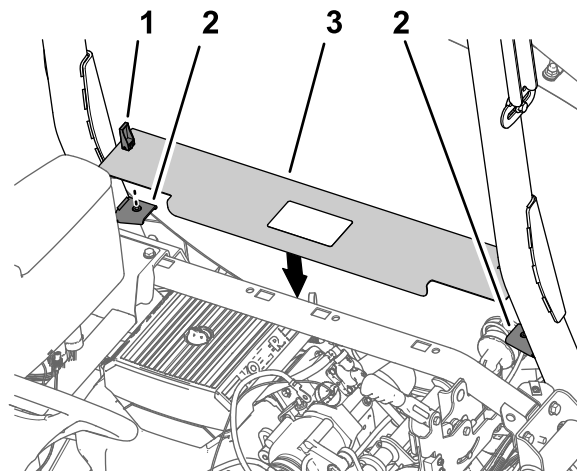

Figura 219
- Alinee los cierres del panel de acceso del motor con los casquillos de los soportes del panel en la barra antivuelco (Figura 219).
- Monte el panel en los soportes (Figura 219).
- Gire las palancas de los cierres hacia abajo para sujetar el panel a los soportes (Figura 219).